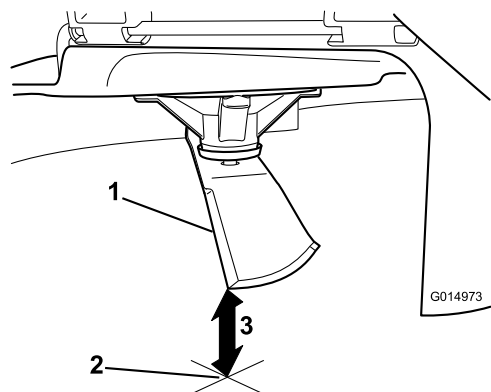

Figura 73
5. Măsurai de la vârful lamei până la suprafața plană (Figura 73).